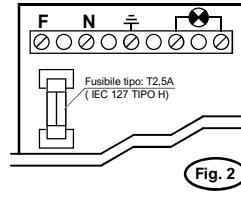
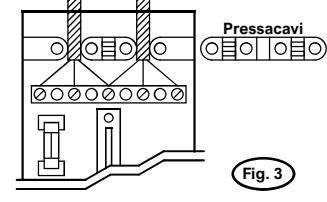

Fig. 2
Fig. 3
- 5) I cavi inseriti attraverso i fori presenti sulla parte posteriore del Piedimmer, oltrepassando il pressacavi, devono essere collegati ai morsetti corrispondenti (Vedi Fig.3). Eseguire il collegamento elettrico dei suddetti cavi rispettando la serigrafia posta in prossimità dei morsetti (Vedi Fig.2).